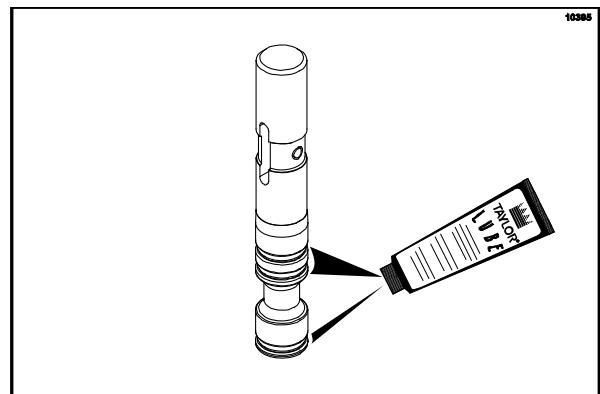

Figure 135
10. Si les pièces sont en bon état, assembler la vanne de sortie. Glisser les trois joints toriques dans les rainures de la vanne de sortie et lubrifier (Cf. Figure 135).